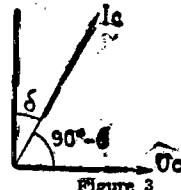

Figure 3
**Pont de Sauty.** — Le pont de Sauty est utilisé pour les mesures des capacités. Les condensateurs, n'étant jamais parfaits, peuvent être représentés par une capacité pure et une résistance. Un bon condensateur peut être représenté par une capacité pure en série avec une résistance, un plus mauvais par une résistance en parallèle sur la capacité. Généralement, on ne mesure pas la résistance série ou parallèle, mais la tangente de l'angle de pertes. Si le condensateur était parfait, le courant le traversant serait décalé de 90° sur la tension aux bornes de la capacité (fig. 3);